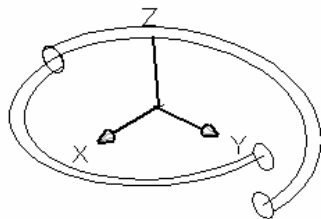

图 9-22
(5)利用修改工具栏上的按钮，将直线向上偏移 10 和 30，再在命令行上键入“UCS”命令，还是利用“三点”方式新建一个坐标系，注意 Y 轴点为左边圆的圆心。再单击绘图工具栏上的按钮，绘制一段圆弧如图 9-22 所示：